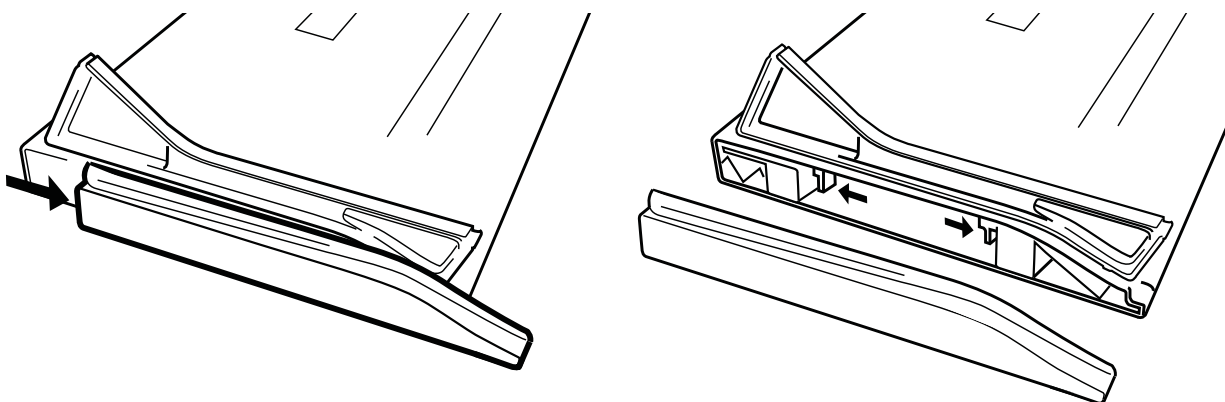

Abb. 2-2 Seitenwände abnehmen (links); Hochstellbügel entfernen
1. Verschieben Sie die Seitenwände, um sie zu entfernen (Abb. 2-2 links).
2. Drücken Sie auf die beiden Riegel, um die Hochstellbügel zu lösen (Abb. 2-2 rechts).
3. Entfernen Sie bei der MC Control die Seitenwand (siehe Abb. 2-2 links) auf der Seite, auf der sie mit der MC Mix verbunden wird.